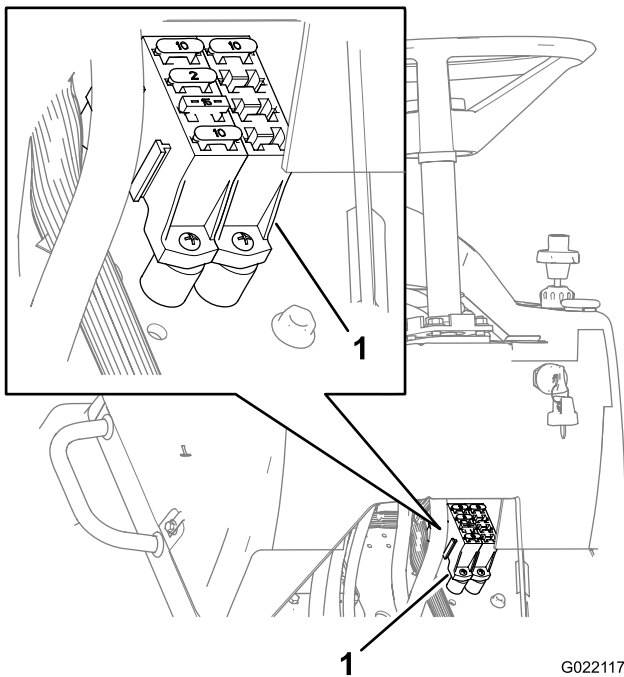

Figure 59
3. Remplacez le fusible grillé dans le porte-fusibles par un fusible neuf d'intensité équivalente (Figure 59).